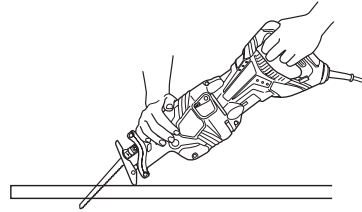
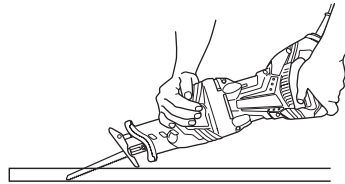

Fig. 26
Fig. 27
- (2) Levante el mango lentamente y corte con la hoja de sierra poco a poco. (Fig. 26, Fig. 27)